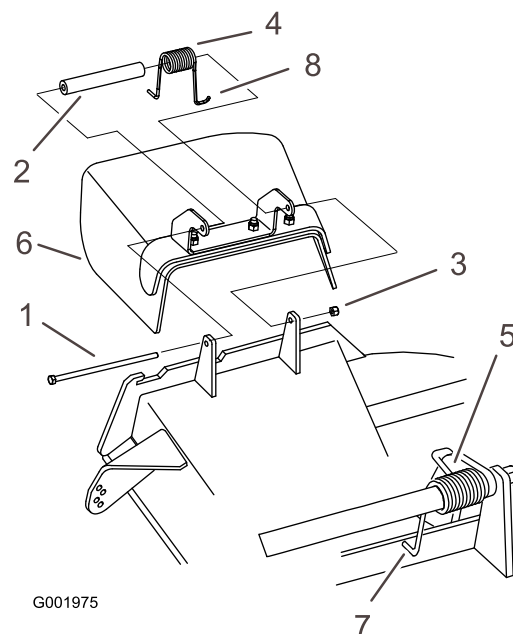

Figura 87
- Retire la contratuerca, el perno, el muelle y el espaciador que sujetan el deflector a los soportes de pivote (Figura 87).
Nota: Asegúrese de colocar un extremo con gancho en J del muelle detrás del reborde de la carcasa antes de instalar el perno, según se muestra en Figura 87.
- Coloque 1 extremo en J del muelle alrededor del deflector de hierba (Figura 87).